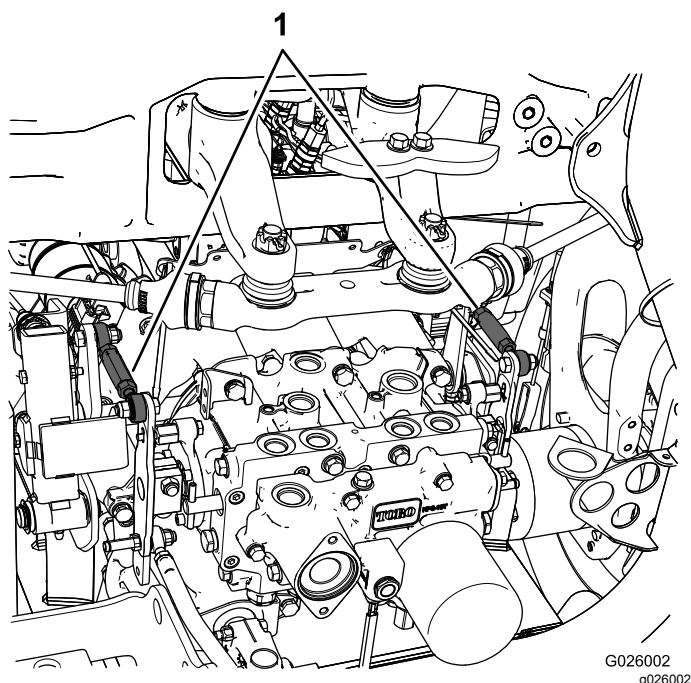

Figura 48
- Se o pneu traseiro esquerdo estiver rodar, desaperte as porcas de bloqueio na barra de controlo da transmissão do lado esquerdo (Figura 48).